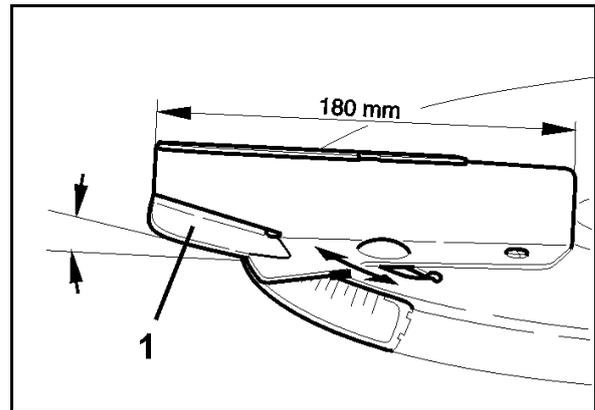

Fig. 58
Le pale di spargimento più corte sono dotate di alette pieghevoli spostabili senza utensili (Fig. 58/1) che consentono la concimazione tardiva di cereali fino a un'altezza della coltivazione di 1 m - **senza** ulteriori accessori.
3. Spostare le alette pieghevoli (Fig. 58/1) delle pale di distribuzione nella posizione desiderata per la concimazione normale o tardiva.